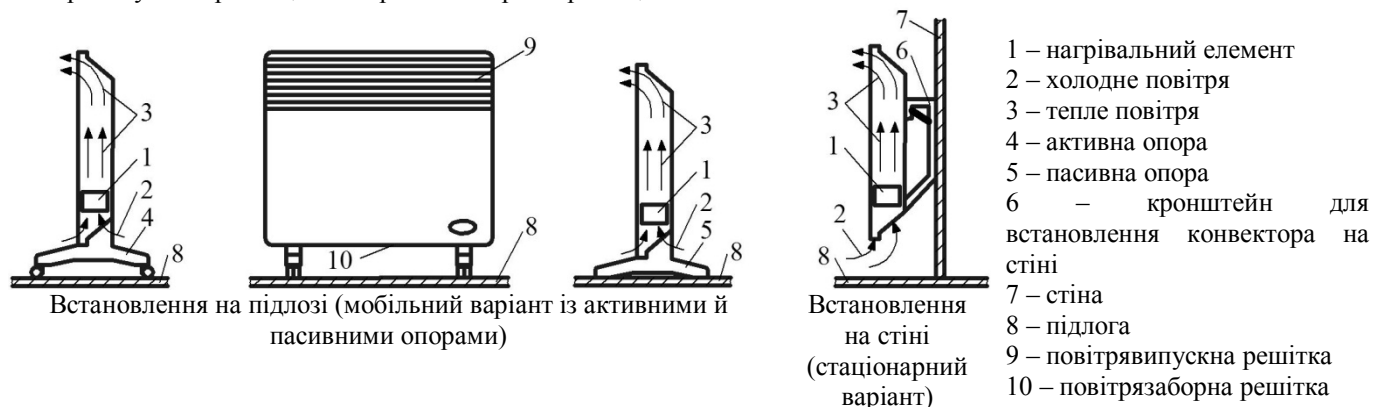

Рис.1 Встановлення та принцип дії конвектора
Конструкція конвекторів дозволяє здійснювати їх встановлення стаціонарно на стіні, а також на підлозі (мобільний варіант) на активних або пасивних опорах (індекс «а» або «п» в умовній позначці конвектора відповідно). У конвекторах застосований низькотемпературний нагрівальний елемент, робоча температура якого нижче температури окиснення («спалювання») кисню повітря й розкладання пилу (див. рис.1).
Принцип дії конвектора показаний на рис.1.
**Перевірте правильність встановлення опор та спрацювання усіх зачіпок опор. Встановіть конвектор в робоче положення згідно рис. 1.**